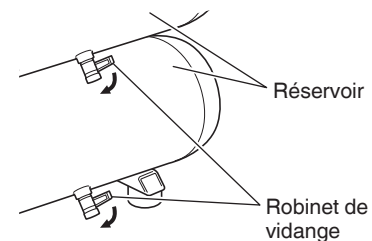

Fig. 8
- (2) Débrancher la fiche de la source d'alimentation.
- (3) Ouvrir le robinet de vidange qui se trouve sous la partie inférieure du réservoir (Fig. 8).
Vidanger le réservoir tous les jours ou toutes les 4 heures d'utilisation. Ouvrir le robinet de vidange et incliner le compresseur pour vider l'eau qui s'est accumulée (Voir Fig. 8).